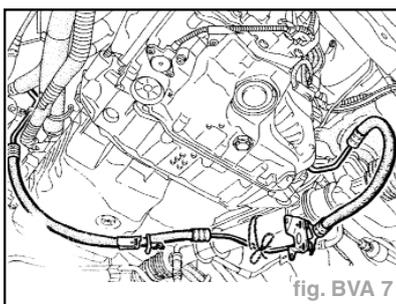

fig. BVA 7
- Dégager le tuyau de direction assistée vers l'arrière et le fixer (fig. BVA 7).